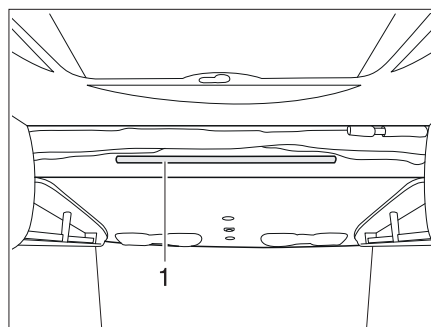

Bild 171 Hubbett elektrisch
- Die Aufstiegsleiter mit den beiden Bügeln in die Haltstange (Bild 171,1) am Hubbett einhängen.